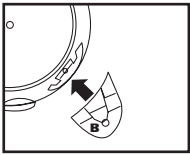

FIGURE 10
9. Prenez la patte à roulette marquée de la lettre **B** et placez-la dans la fente du côté droit du réservoir également marquée par la lettre **B**. **FIGURE 10.**